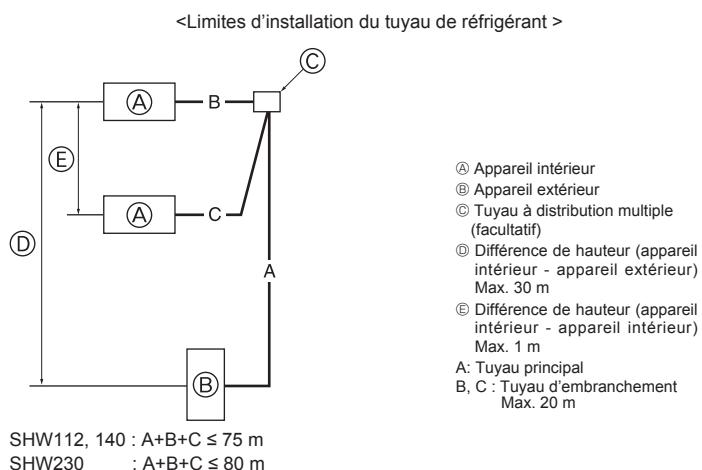

Fig. 4-9
4.7. Pour combinaison double/triple/quadruple (Fig. 4-9) (pour climatiseurs uniquement)